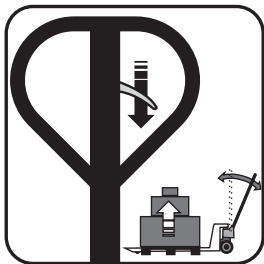

Fig. 6 – Levantando la carga
- a. Coloque la palanca hacia abajo y mueva el cable para elevar la carga. (fig. 6)